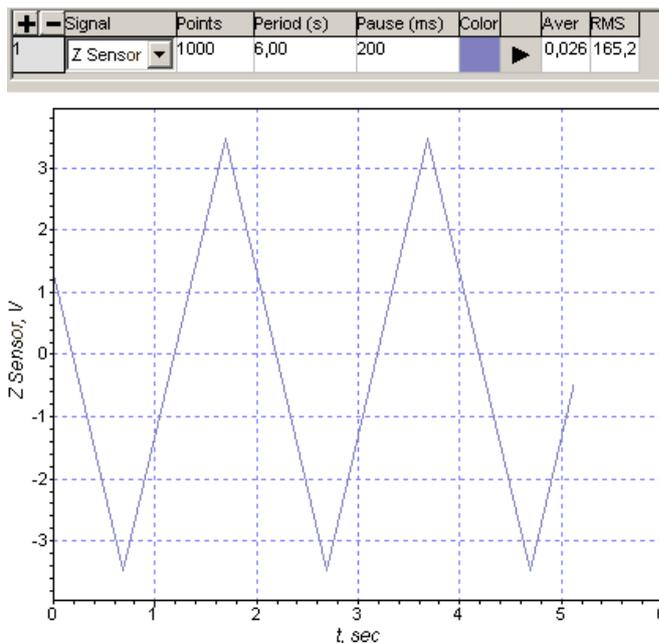

Рис. 2-17. Проверка настройки Z-датчика. Датчик не нуждается в подстройке
11. Проверьте настройку Z-датчика, нажав кнопку **Saw-tooth Z** и выбрав на осциллографе сигнал **Z Sensor**. Z-датчик не нуждается в подстройке или калибровке если (Рис. 2-17):